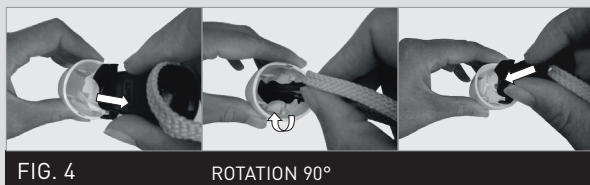

FIG. 4
4. Sätt tillbaka vingen i Ergolift-kammaren genom att utföra samma steg i omvänd ordning (**fig.4**)